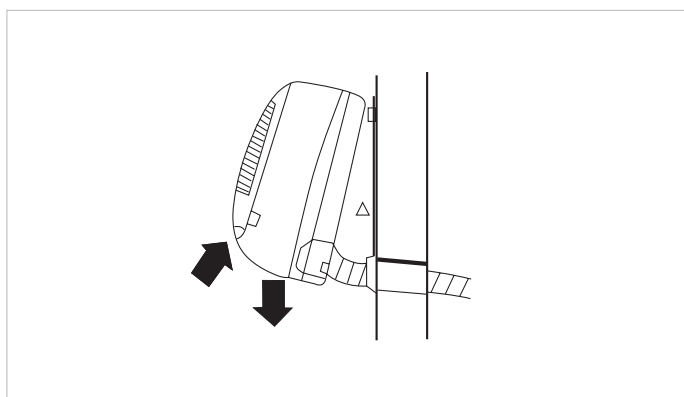

Abb. 9.9 Montage des Innengerätes.
- Kippen Sie den unteren Teil des Innengerätes nach vorne und setzen Sie zwischen der Montageplatte und dem Gerät ein Hilfswerkzeug (z. B. ein Stück Holz) ein (siehe Abb. 9.9), um den Zugang zu den Geräteanschlüssen zu ermöglichen.